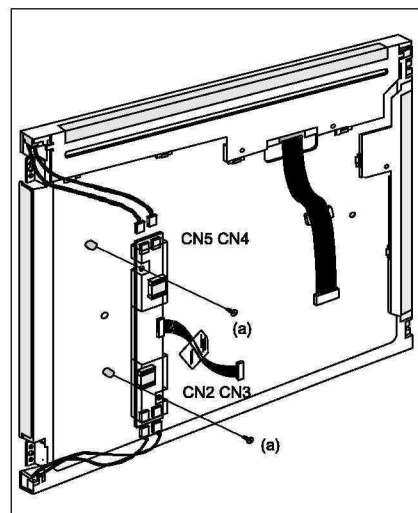

Рис. 8
8. Отсоединяют шлейфы от соединителей CN2-CN5, выкручивают два винта (а) и снимают плату конвертера (рис. 8).